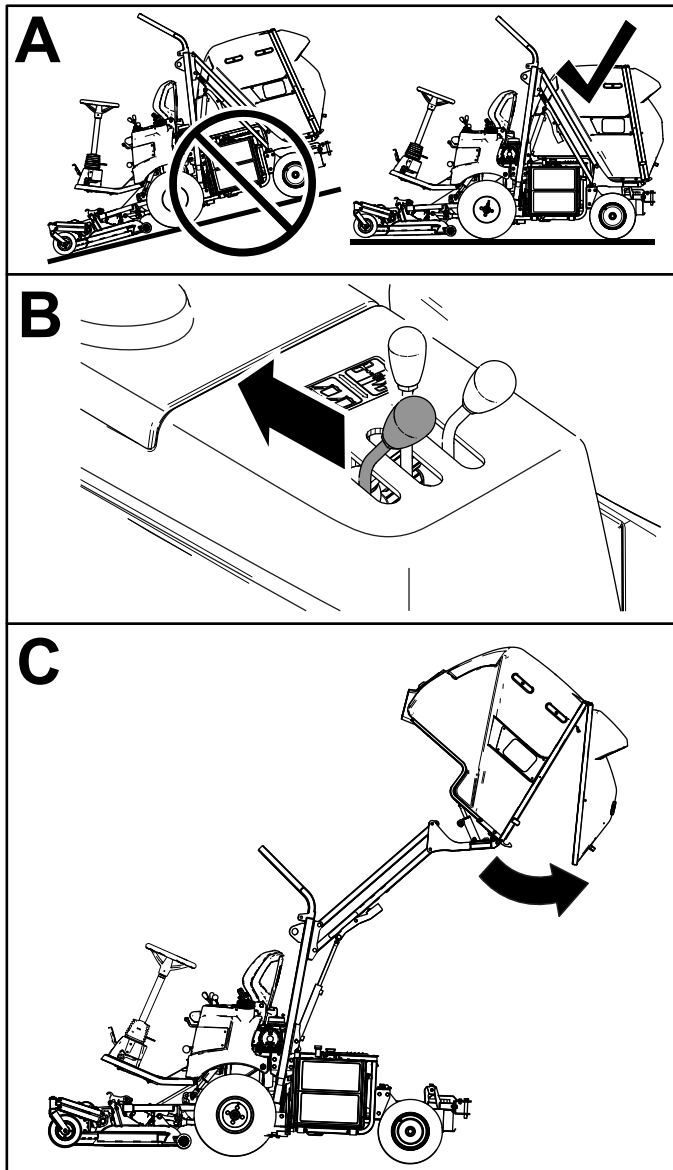

Figura 25
2. Per scaricare gli sfalci dalla tramoggia, spostate all'indietro la leva di scarico della tramoggia (Figura 25).